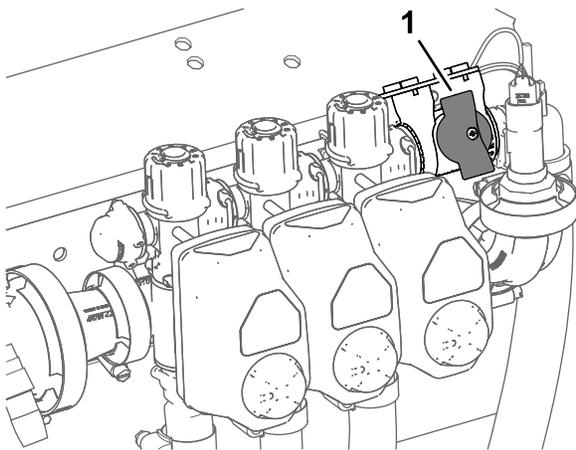

Figura 28
2. Rode o botão para a válvula de corte da distribuição da secção para a posição Fechada (Figura 28).